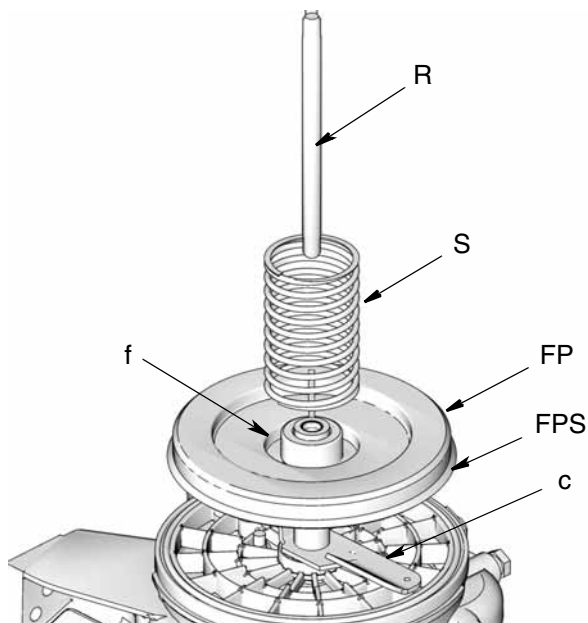

FIG. 11
2. Installare la piastra di inseguimento (FP) sulla pala di mescolamento (c). Assicurarsi che la guarnizione (FPS) sia rivolta verso il basso (verso la piastra perforata) come in FIG. 11.